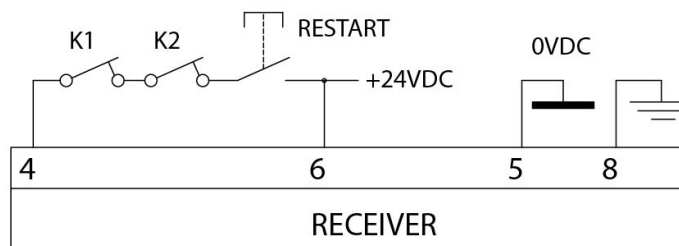

Figura 20 – Manual con control K1K2
- En caso de funcionamiento manual, también se vuelve necesaria la presencia del botón de RESTART en serie con los contactos N.C. (retroalimentación) de los contactores externos K1/K2 (Figura 20).